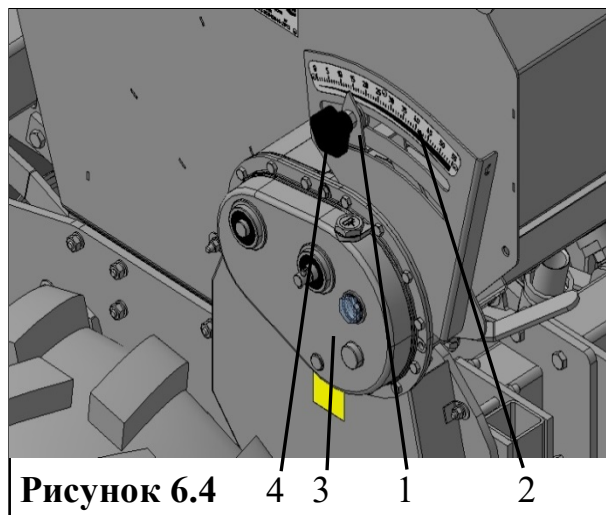

Рисунок 6.4
Установить указатель (1) на шкале (2) вариатора привода зерновых катушек (3) (рис. 6.4) (слева на бункере) на необходимое деление. Положение указателя (1) определить по графику 6.1 или 6.2.
Решение: Найти на оси «норма» графика 6.2 значение 200, подняться вверх до пересечения с линией графика «пшеница». От точки пересечения, проведённой нами линии с линией графика, провести горизонтальную линию. Этим, мы определим положение указателя (1) (рис. 6.4) на шкале (2) вариатора (3). В данном примере деление «35».
Для установки нормы высева произвести пробный проверочный высев на месте. Определение высева прокруткой вариатора привода зерновых катушек (3) (рис.6.4) на стационаре для сокращения времени произвести из расчета посева сеялкой 1/100 га (100 м²).
Если при проверке окажется, что семян высевается меньше или больше требуемой нормы, повторить прокрутку, изменив положение указателя (1) (рис. 6.4) на шкале (2) вариатора (3). Так проверять до тех пор, пока не будет получен желаемый результат.